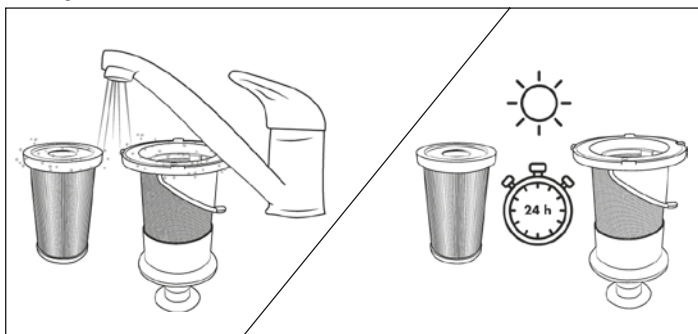

Fig. 20
- 5) Rincez le filtre HEPA **5** et le filtre en acier inoxydable **6** sous l'eau froide ou tiède. Laissez le filtre HEPA **5** et le filtre en acier inoxydable **6** sécher complètement à l'air avant de les replacer dans le bac à poussière **7** (voir figure 20).